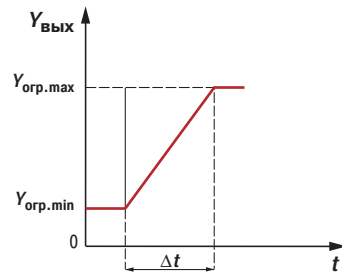

Рис. 10
– скорости изменения $V_{огр} = \frac{Y_{огр.max} - Y_{огр.min}}{\Delta t}$ (**рис. 10**), используемые для